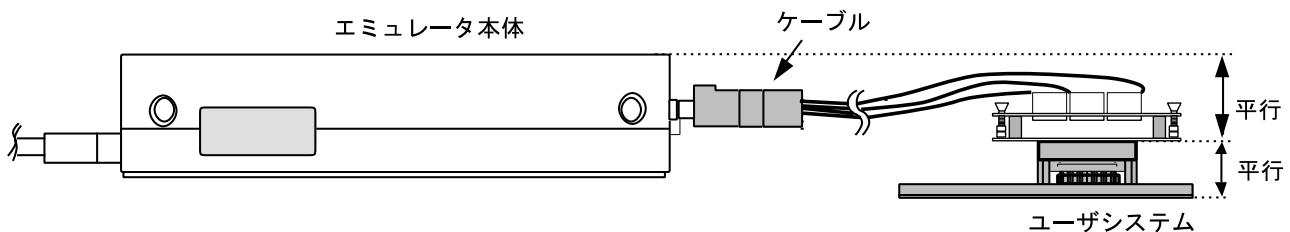

図 10 設置例
- (1) ユーザシステムへの接続時には 1 ピン位置に十分注意して、誤接続は絶対にしないでください。
- (2) 本ユーザシステムインターフェースケーブルを使用する場合の推奨マウントパッド寸法は、MCU 実装用マウントパッド寸法とは異なりますので注意してください。
- (3) 本ユーザシステムインターフェースケーブルは、HS2268EPI61H エミュレータ専用ですので、他のエミュレータ本体には使用しないでください。
- (4) ケーブル本体部が断線する可能性がありますので、本ユーザシステムインターフェースケーブルの上に重いものや金属等の角の尖ったものを置かないでください。
- (5) ユーザシステムに接続した状態では、ユーザシステムインターフェースケーブル、特にケーブル先端部に無理な力が加わらないように注意する必要があります。図 10 の設置例を参照してご使用ください。